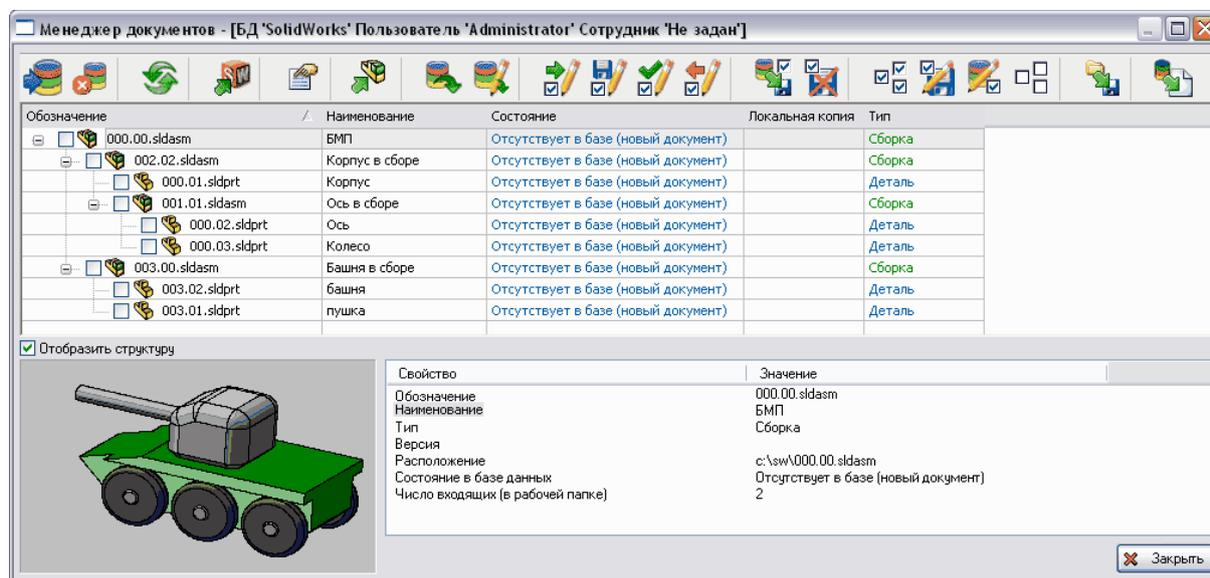

Рис. 17. Окно менеджера документов
Для вызова **Менеджера документов** в меню **PDM STEP Suite** выберите команду **Менеджер документов** или на панели инструментов PSS нажмите на кнопку **Менеджер документов** . При этом откроется окно менеджера документов (Рис. 17).
- В виде дерева, отображающего структуру связей документов, при установленной галочке **Отобразить структуру** (Рис. 17).
- **Число входящих (в рабочей папке)**. В данном примере для модели «БМП» значение этого свойства равно «2», так как в неё входят две модели – «Корпус в сборе» и «Башня в сборе» (Рис. 17).